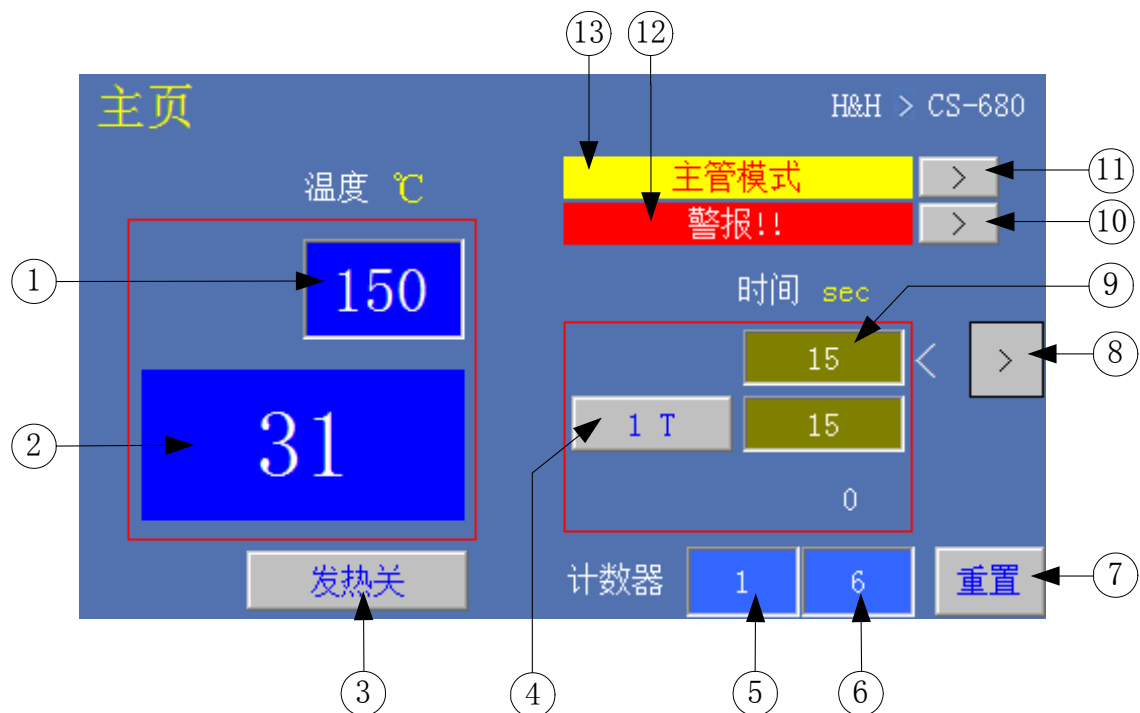

图 5 主页面
数秒后将会跳转到“主页”页面，此页面涵盖本机的所有主要功能，如图 5 所示。
在主页页面上，按下图 5 中的#4 按钮，可以在两种（1T/2T）不同的模式之间进行切换。
2. 设定允许的发热板实际温度（即图 5 中#2）与设定温度之间的最大偏差。